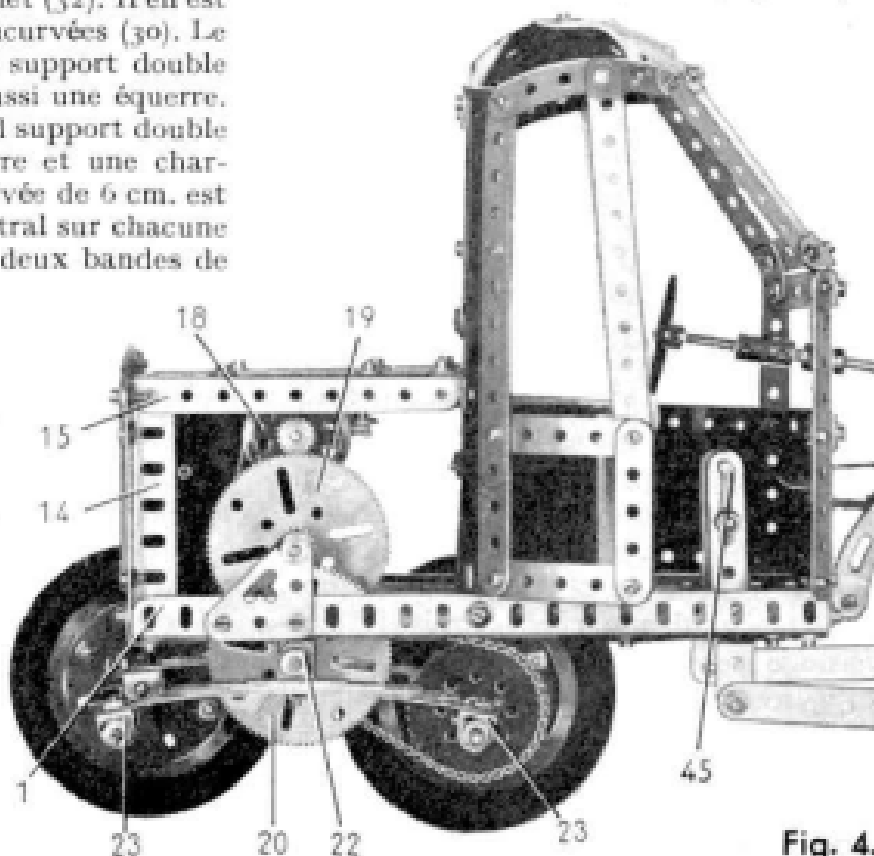

Fig. 4.
(17) est articulée par contre-écrou sur son levier afin qu'on puisse le commander de l'extérieur.
Une poulie de 12 mm. montée sur l'arbre moteur est reliée par une courroie à une poulie de 38 mm. (18) (fig. 4). La poulie de 18 mm. est bloquée, ainsi qu'un pignon de 19 dents sur une tringle de 9 cm. qui tourne dans les flasques du moteur. Ce pignon entraîne une roue de 95 dents (19). La roue (19) est portée par une tringle de 13 cm. qui tourne dans les flasques du moteur et dans un grand gousset d'assemblage boulonné sur une cornière (1) du châssis. La tringle est munie d'un pignon de 19 dents qui entraîne une seconde roue de 95 dents (20). La roue (20) est montée sur une tringle de 16,5 cm. qui tourne dans des équerres boulonnées sous les cornières (1). La tringle porte également une roue de chaîne de 18 dents (21).
La hauteur et l'angle du bouclier se commandent par l'intermédiaire d'une corde attachée au cercle (38) supérieur. La corde passe sur une poulie de 12 mm. portée entre les bandes (26) de l'arc par une tringle de 2,5 cm. La corde traverse ensuite la plaque (8) et est fixée à une manivelle de 90 mm. (45) par un ressort d'attache (fig. 4). La manivelle (45) tourne dans deux bandes de 5 trous boulonnées verticalement sur les cornières (2) du châssis.